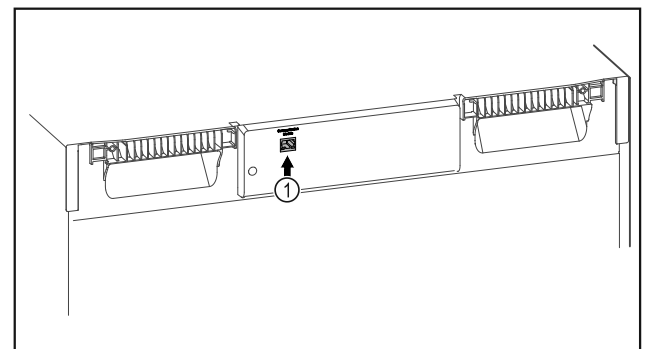

Fig. 107
- SmartModule Fig. 107 (1) 已使用。